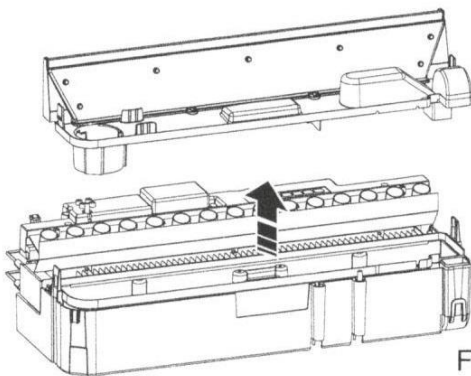

Fig 26
2. Schieben Sie den Luftfilter vorsichtig nach oben aus dem Plastikhalter heraus. (Abb. 26.)